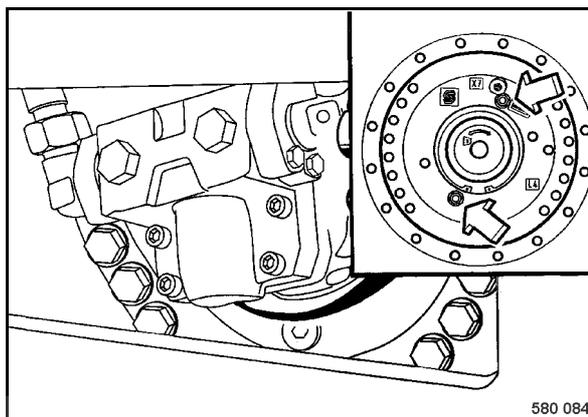

fig. 114
- Tourner les deux vis de desserrage du frein du bandage (fig. 114) dans le sens des aiguilles de montre jusqu'à ce que le bandage tourne librement.
- Tourner les deux vis de desserrage du frein du bandage (fig. 114) jusqu'en butée dans le sens contraire des aiguilles de montre.